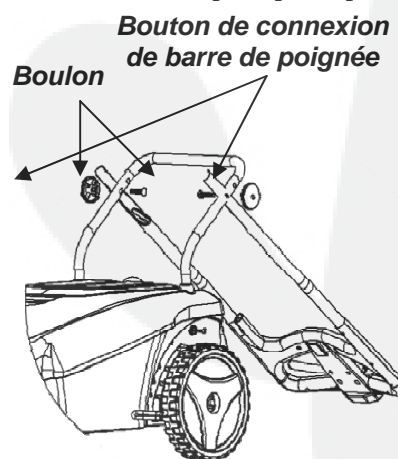

Figure 3
3. Utilisez les boutons de connexion pour barre de poignée et les boulons pour serrer la barre de poignée supérieure (*Figure 3*).